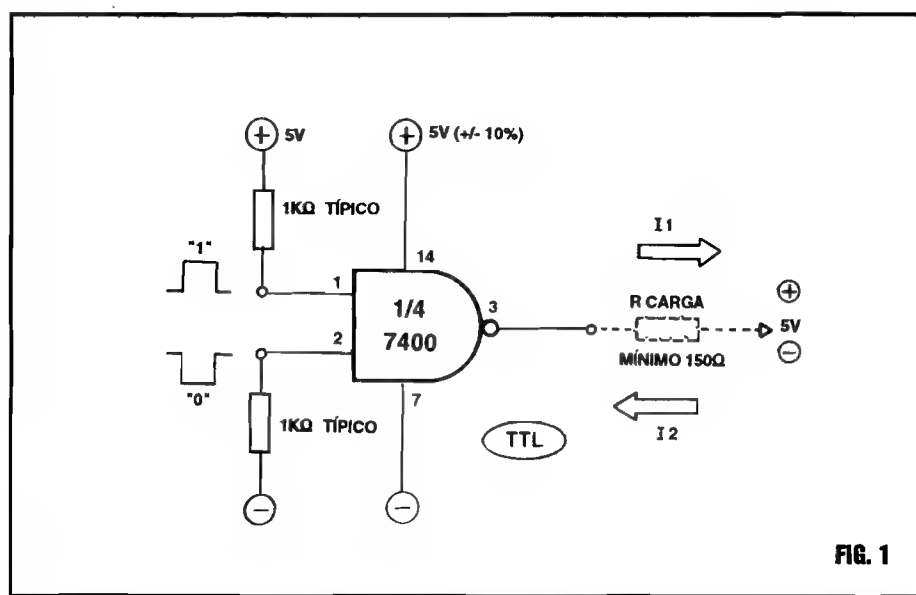

FIG. 1
- FIG. 1 - UM GATE TÍPICO TTL - Tomando como exemplo básico um **gate NAND** de 2 Entradas (1/4 de Integrado 7400...), observem, inicialmente, suas necessidades de alimentação (aplicada nos pinos 14 e 7, respectivamente para o **positivo** e **negativo**...), que deve situar-se em rigorosos 5V (mais ou menos 10%). As Entradas interpretam como "baixo" ou "0", um nível de Tensão igual